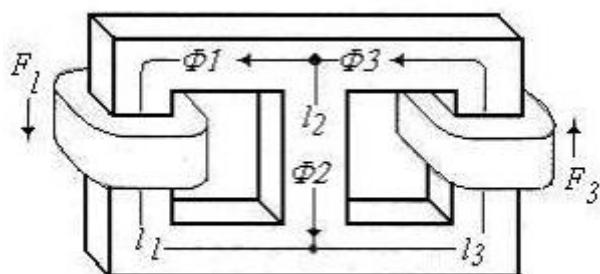

Fig. 8
7.-El circuito magnético paralelo de la Fig. 8 es de silicio-acero con la misma área de sección transversal en toda su extensión  $S = 1,30 \text{ cm}^2$ . Las longitudes medias son  $l_1 = l_3 = 25 \text{ cm}$ ,  $l_2 = 5 \text{ cm}$ . Las bobinas tienen 50 vtas. cada una. Dado que  $\phi_1 = 90 \mu\text{wb}$  y  $\phi_3 = 120 \mu\text{wb}$ . Halle las corrientes de las bobinas.